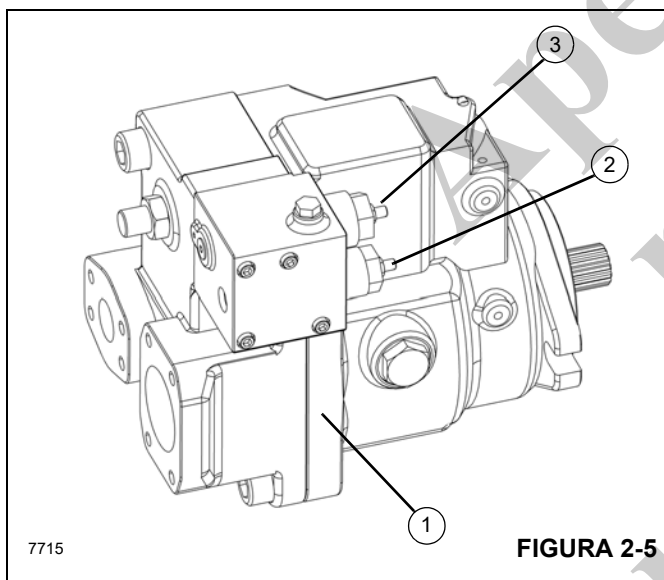

FIGURA 2-5
A bomba hidráulica de pistão axial 1 (Figura 2-5) converte o torque de entrada em energia hidráulica. A força rotacional é transmitida através de um eixo de entrada para um bloco de cilindros. O bloco do cilindros giratório possui nove pistões de movimento alternado. Cada pistão tem um patim de latão conectado em uma extremidade por uma junta esférica. O movimento alternado dos pistões ocorre quando os patins deslizam contra uma placa oscilante inclinada durante a rotação. Metade do bloco de cilindros é conectada à entrada
O controle de reserva do sensor de carga (LS), (2) Figura 2-5, faz a correspondência entre a vazão da bomba e a demanda do sistema. O controle do LS detecta a demanda de vazão do sistema como uma queda de pressão em uma ECV (válvula de controle externo). Conforme a ECV abre e fecha, a diferença de pressão na válvula muda. Abrir a ECV diminui a diferença de pressão e fechar a ECV aumenta a diferença de pressão. Então, o controle do LS aumenta ou diminui a vazão da bomba para o sistema até que a diferença de pressão se torne igual ao ajuste do LS. A vantagem do sistema de controle do sensor de carga é que apenas a vazão necessária para fazer o trabalho é bombeada através do sistema. Isto aumenta a eficiência e reduz a temperatura do sistema.
- Um valor máximo ajustável pela seção de Compensação de pressão (PC), [3] Figura 2-5, de controle da bomba.